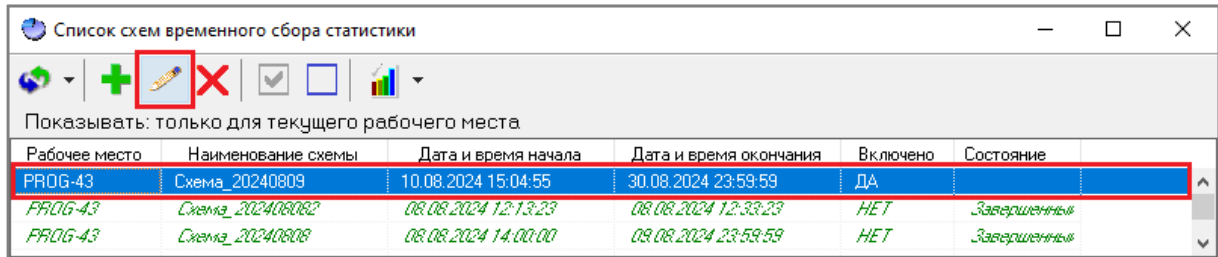

Рисунок 12-118 Редактирование схемы ВСС через панель инструментов окна "Список схем временного сбора статистики"
- либо нажмите кнопку «Редактировать схему»  на панели инструментов (см. п. 12.6.1.1) окна «Список схем временного сбора статистики» (см. Рисунок 12-118);